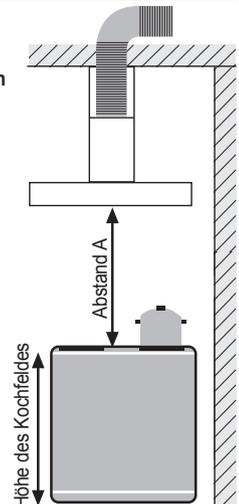
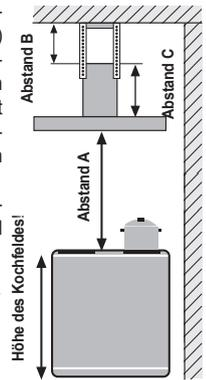

Abb. 9
Abb. 14
Unter Beachtung des Mindestabstandes (siehe Seite 9, Abb. 9) die Einbauhöhe der Haube ermitteln. Die Höhe der montierten Haube wird im nächsten Schritt durch die Montage der vier Montagewinkel (23) am Motorkasten (12) bestimmt (Abb. 14).